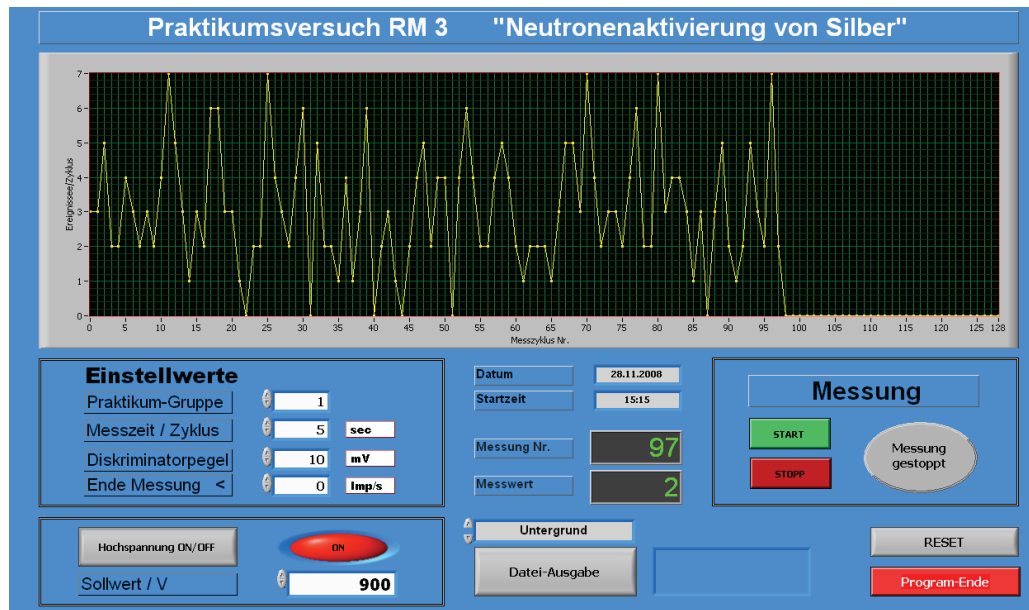

Abb. 1: Benutzeroberfläche des Steuer- und Datenerfassungsprogramms
- Allgemeine Programmbedienung (vgl. Abb.1)